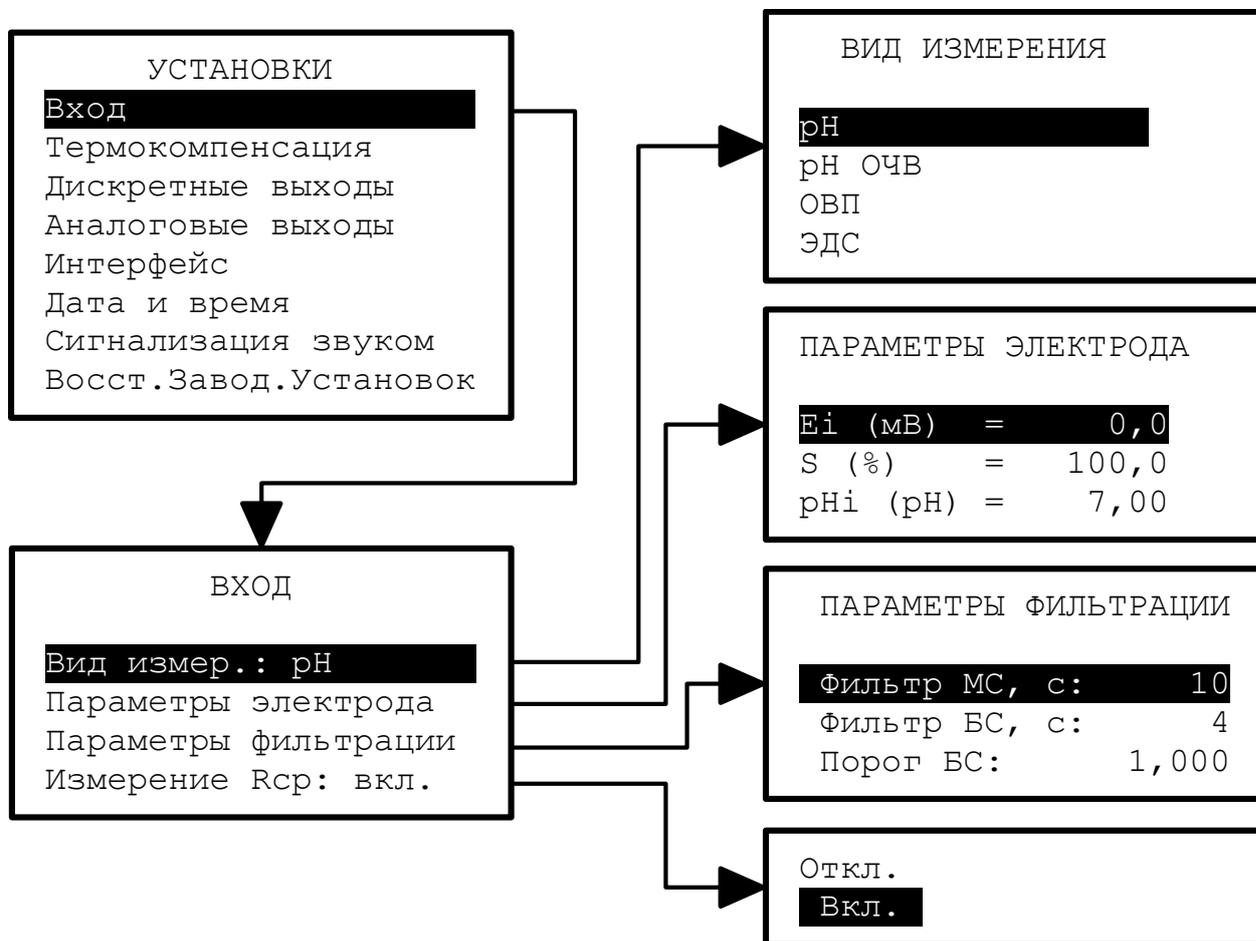

Рисунок 9 - Меню «ВХОД»
3.3.1.8 **pH** - цифровое отображение результатов измерений выбранного основного параметра. Вид измерения основного параметра: **pH** **pH ОЧВ**, **ОВП** или **ЭДС** устанавливается в «ГЛАВНОМ МЕНЮ - Установки - Вход - Вид измерения» (смотри Рисунок 9).
В данном меню (смотри Рисунок 9) устанавливаются вид измерения основного параметра, параметры электрода, параметры фильтрации и включается или выключается диагностика электрода.